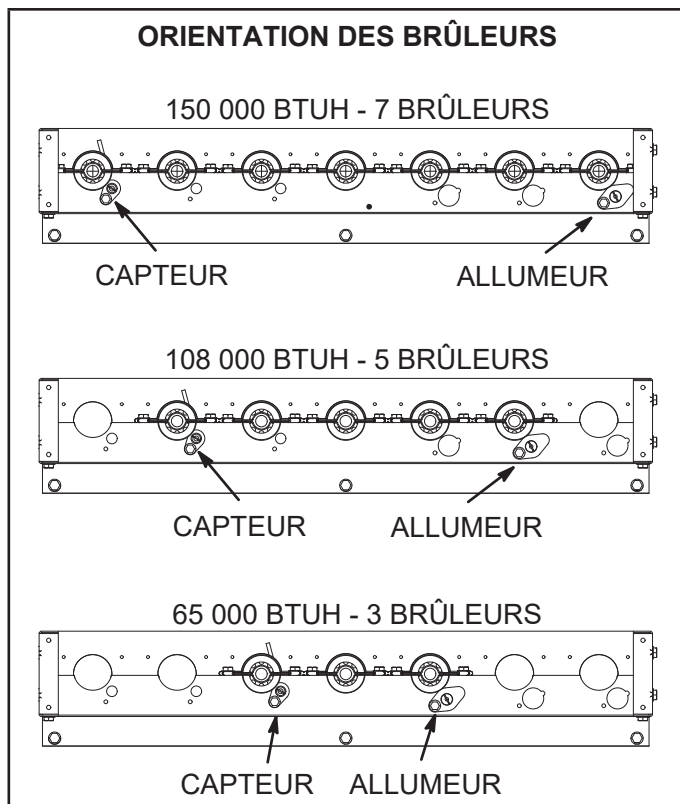

FIGURE 37
- 6 - Remettez les brûleurs et les vis maintenant les brûleurs. Reportez-vous à la FIGURE 37.